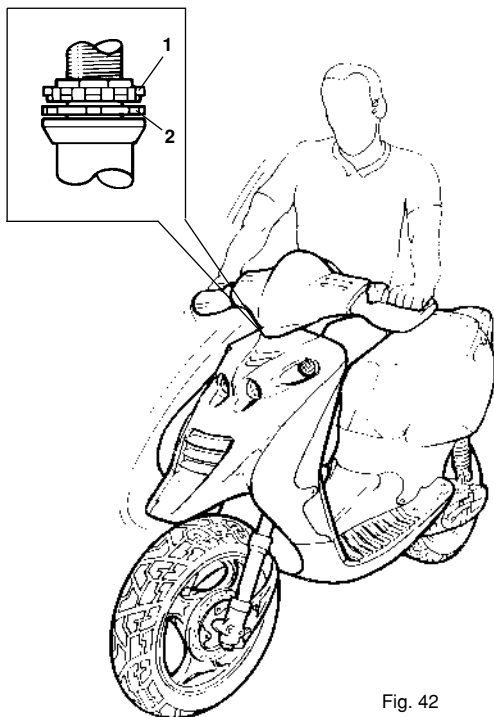

Fig. 42
- aflojar la hilera (1 - Fig. 42) con llave especial;
- recuperar el juego interviniendo sobre la hilera (2)
- cuando el juego esté eliminado apretar a fondo la hilera (1) utilizando la llave especial. Siempre con la llave especial apretar la hilera (2) contra la hilera (1) en sentido antihorario.
- Desserrer la bague (1 - Fig. 42) avec un outil adapté
- Régler le jeu en intervenant sur la bague (2).
- Lorsque le jeu est éliminé, serrer à fond la bague (1) utilisant l'outil approprié. Toujours avec le même outil, bloquer la a bague (2) contre la bague (1) en sens contraire.